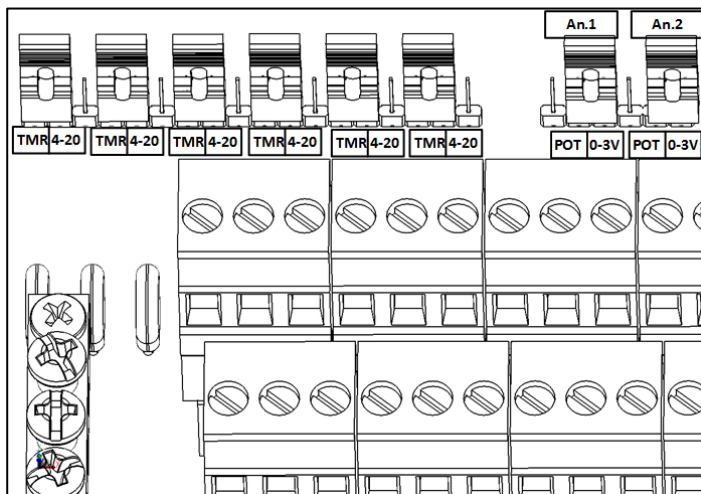

Figura 30: 2º jumpers con sensor de humedad
2. Coloque el puente correspondiente al puerto de entrada analógica en 0 - 3V (Figura 30).